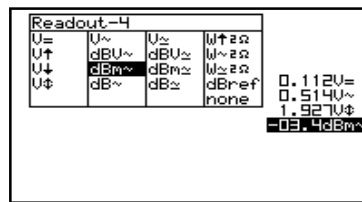

Fig 24
8. Muoversi con i tasti freccia fino ad evidenziare il tipo di lettura che deve estrarre il readout meter4 (**Fig. 24**).